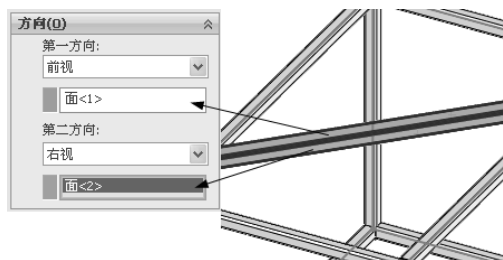
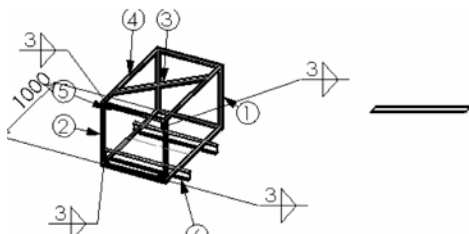

图 10-90 选择视图方向
图 10-91 生成焊件实体的工程视图
3) 在“相对视图”属性管理器中,执行“第一方向”选择框,选择“前视”视图方向,在实体上选择相应的面,确定前视方向;执行“第二方向”选择框,选择“右视”视图方向,在实体上选择相应的面,确定右视方向,如图 10-90 所示。单击“确定”按钮,切换到工程图界面,将零件实体的工程视图放置在合适的位置,生成焊件实体的工程视图如图 10-91 所示。